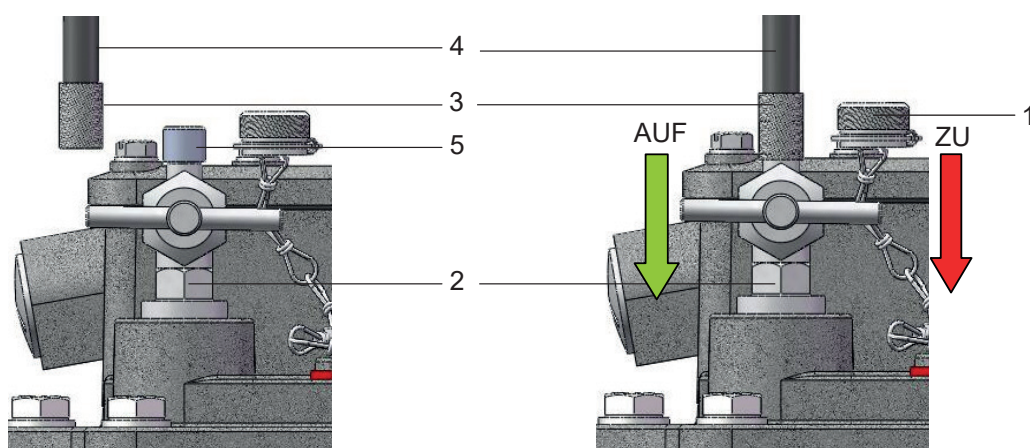

Bild 14 - Funktionsprüfung mittels Prüfpumpe
- Kleine Hutmutter (Bild 14/ Nr. 1) vom Prüfventil (Bild 14/ Nr. 2) abschrauben
- Adapter mit Rückschlagventil (Bild 14/ Nr. 3) des Verbindungsschlauches (Bild 14/ Nr. 4) der Prüfpumpe auf Ventil-stutzen (Bild 14/ Nr. 5) aufschrauben